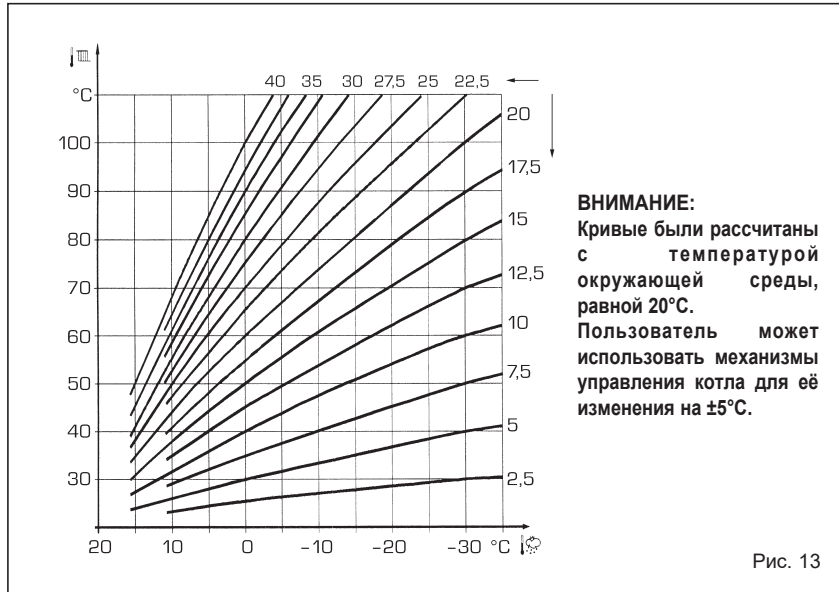

Рис. 13
3.4 ПРИ УСТАНОВЛЕННОМ ВНЕШНЕМ ДАТЧИКЕ (Рис. 13)
Если присутствует внешний датчик, НАСТРОЙКИ отопления осуществляются на основании климатических кривых в зависимости от внешней температуры и, в любом случае, они ограничиваются значениями в пределах диапазона, который был описан в пункте 3.3 (параметры PAR 22 для ЗОНЫ 1, PAR 25 для ЗОНЫ 2 и PAR 28 для ЗОНЫ 3). Для устанавливаемой климатической кривой можно выбрать значение от 3 до 40 (шагом в 1 значение). Увеличивая наклон, представленный кривыми на Рис. 13, увеличивается температура подачи установки в зависимости от внешней температуры.